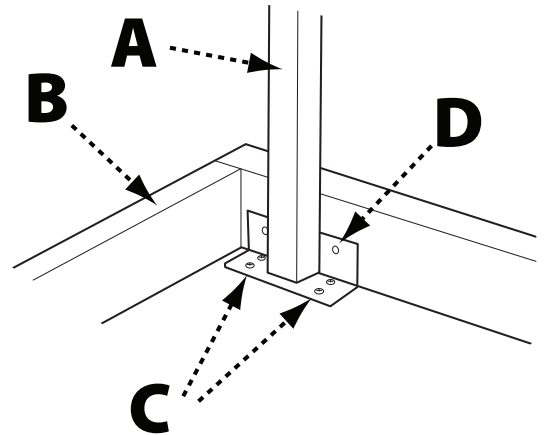

FIGURE 6
2. Placer le pied d'établi (A) dans le coin de la rallonge d'établi (B) tel illustré dans Figure 6, avec l'angle faisant face à l'extrémité de la planche.
3. Attacher le pied d'établi à la planche de l'établi avec quatre vis auto taraudeuses de $\frac{3}{4}$ " (C). Percer un trou de $\frac{1}{4}$ " dans les deux trous du support (D) et le revêtement de l'établi. Fixer les pieds au revêtement de l'établi en utilisant les boulons à tête cylindriques, rondelles et écrous.